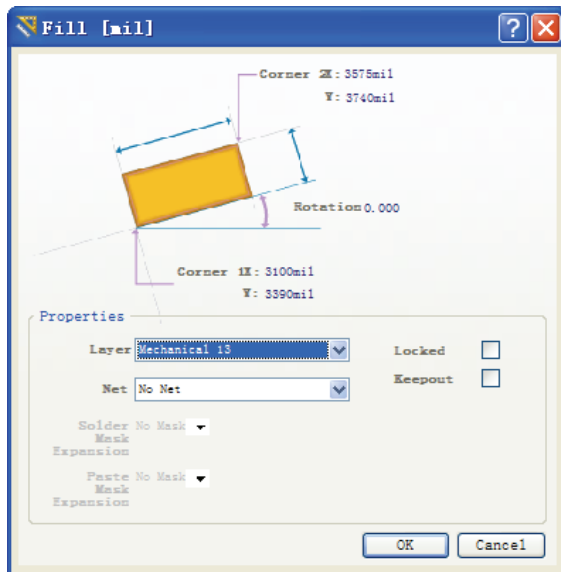

图 10-25 矩形填充设置对话框
(3) 按 **Tab** 键，弹出矩形填充设置对话框，如图 10-25 所示。
在图 10-25 中可以对矩形填充所处工作层面、连接的网络、放置角度、两个对角的坐标、锁定和禁止布线参数进行设定。设定完毕后，单击 **OK** 按钮确认即可。